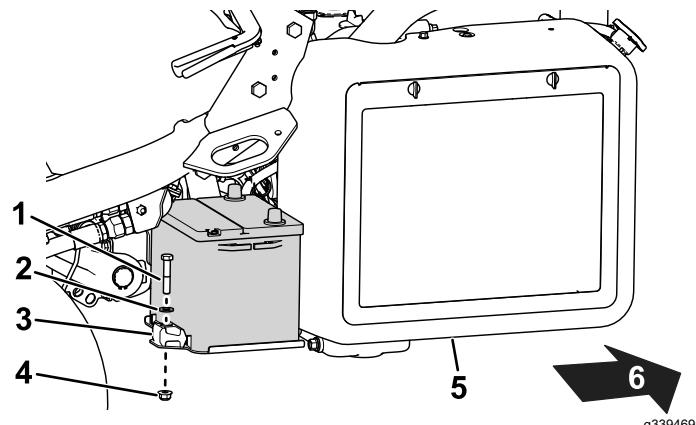

Figura 42
2. Togliete i dispositivi di fissaggio che assicurano la batteria al vassoi (Figura 42) ed estraete la batteria sollevandola.
5. Posizionate la batteria sul suo vassoi e fissatela con i dispositivi di fissaggio rimossi in precedenza (Figura 42).